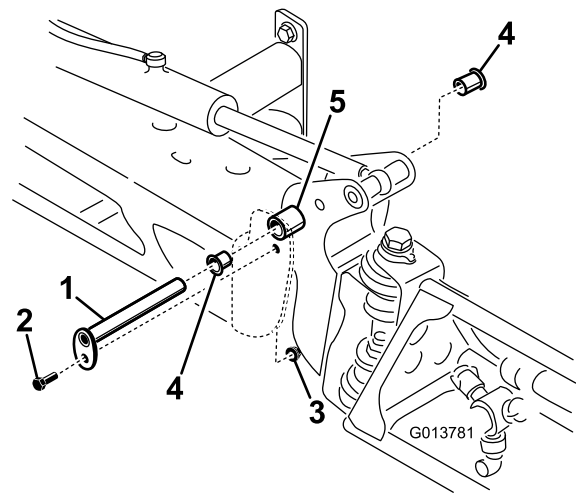

Figure 79
- Lorsque le poids de la rampe est supporté, retirez le boulon et l'écrou de fixation de l'axe de pivot à l'ensemble rampe (Figure 79).
- Retirez l'axe de pivot (Figure 79).
- Déposez et examinez les bagues en nylon à l'avant et à l'arrière du support de pivot (Figure 79).
- Montez l'ensemble rampe et support de pivot dans le bâti central en alignant les ouvertures (Figure 79).